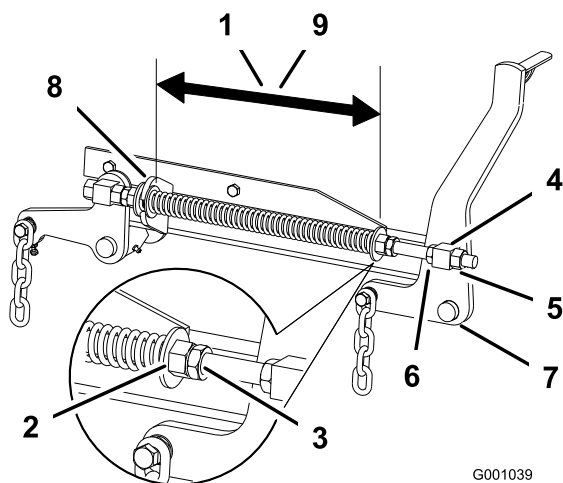

Figure 83
2. Vérifiez que les deux grandes rondelles sont espacées de 28,2 cm pour les plateaux de coupe de 132 cm, et de 26,7 cm pour les plateaux de coupe de 152 cm (Figure 83).
- Régalez cette distance en desserrant l'écrou de blocage du ressort et en tournant l'écrou devant chaque ressort (Figure 83). Tournez l'écrou dans le sens horaire pour raccourcir le ressort, et dans le sens inverse pour l'allonger.
- Bloquez l'écrou en position en serrant l'écrou de blocage du ressort (Figure 83).